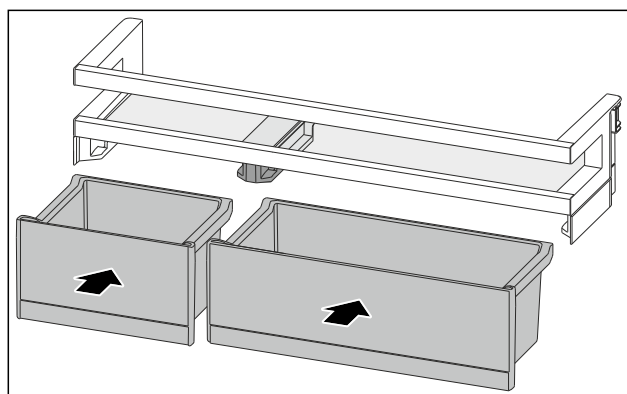

Fig. 196
- Vendosni kutitë VarioBox në rendin e kundërt. (shihni Fig. 196)